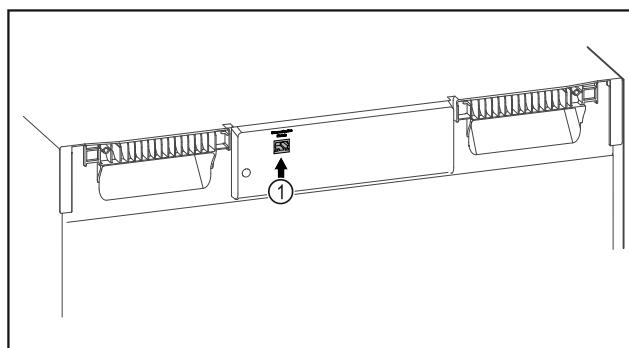

Fig. 103
- SmartModule Fig. 103 (1) je nasadený.